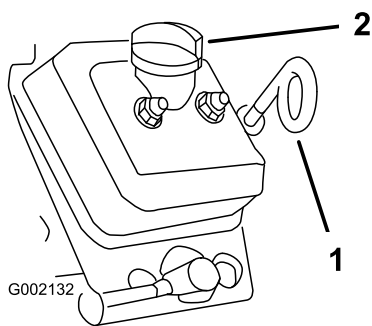

Figure 44
- Nettoyez la surface autour de la jauge d'huile, du bouchon de remplissage et du goulot de remplissage, puis sortez la jauge d'huile (Figure 44).
- Enlevez le bouchon de remplissage et versez l'huile spécifiée dans le goulot de remplissage jusqu'à ce que le niveau atteigne le repère maximum sur la jauge (Figure 44).
- Insérez la jauge au fond du tube de jauge, ressortez-la et contrôlez le niveau d'huile (Figure 44).
- Insérez la jauge dans le tube et remettez le bouchon de remplissage sur le goulot de remplissage jusqu'à ce que la jauge et le bouchon soient bien en place (Figure 44).